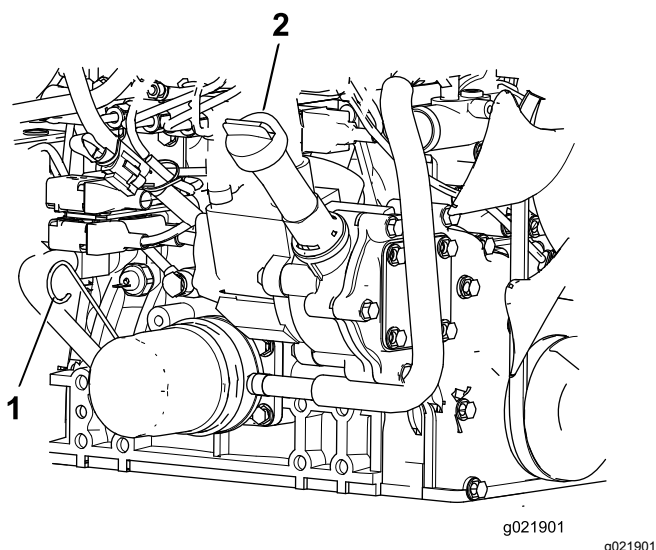

Figura 72
livello dell'olio deve essere tra la tacca PIENO e quella AGGIUNTA (Figura 72).
4. Se il livello dell'olio è basso, rimuovete il tappo di riempimento e aggiungete olio fino a quando il livello non è compreso tra la tacca di PIENO e quella di AGGIUNTA (Figura 72).